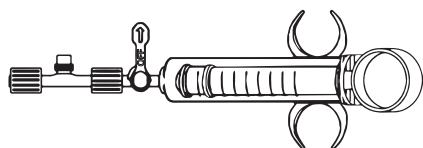
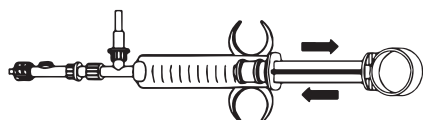

Figura 2. Cubierta de sensor, llave de paso y jeringa
Figura 3. Llenado y evacuación de burbujas con la jeringa de control
2. Conecte la jeringa a la válvula de dos vías (Figura 3) o a la llave de paso de tres vías. (Figura 2)
10. Purgue el sistema mediante la aspiración y el desecho de la solución con una jeringa (consulte la Figura 3) hasta que todo el sistema quede sin aire.